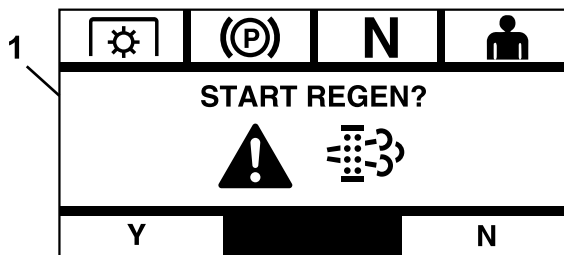

Figure 13
- Si vous sélectionnez Y (oui), le module vous demande de lancer le processus de régénération (Figure 13).